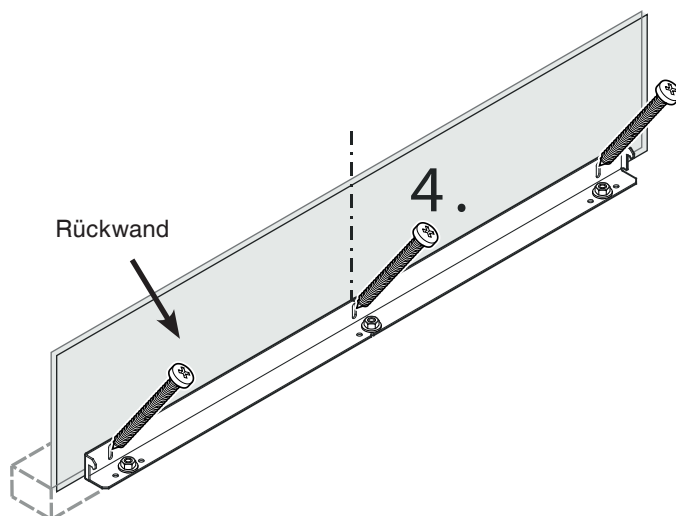

Abbildung 5
4. Kippsicherungswinkel mit 3 Schrauben (6 x 60) an der Rückwand (**Abbildung 5**) befestigen.